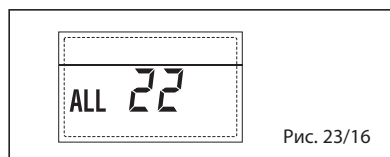

Рис. 23/16
– НЕПОЛАДКА ПОЛОМКИ ДАТЧИКА ПОДАЧИ ВТОРОЙ СМЕШАННОЙ ЗОНЫ “ТРЕВ 23” (рис. 23/17)